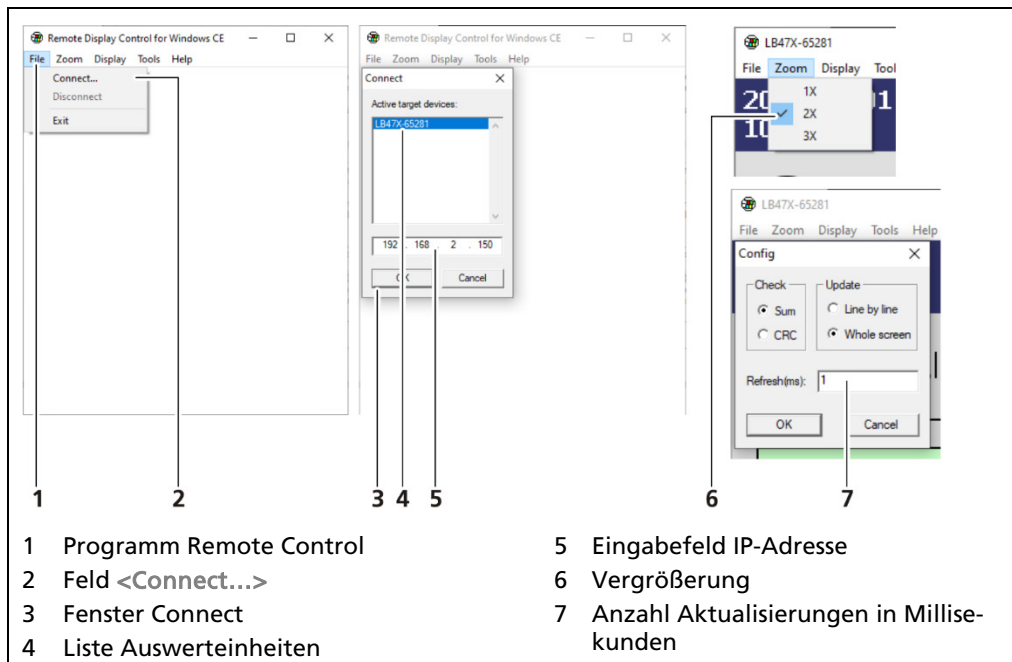
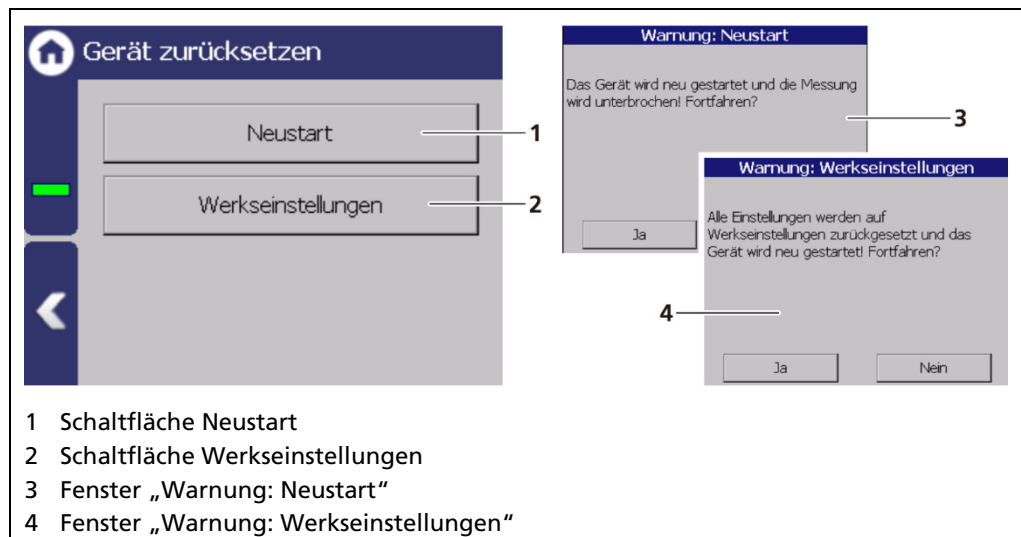

Abb. 39 Verbindung zur AWE über RC-Software herstellen
Abb. 40 Gerät zurücksetzen
Sie können die Netzwerkadresse entweder manuell oder per DHCP einstellen (automatische Zuweisung). Aktivieren Sie hierzu das Auswahlkästchen „DHCP aktiv“ im Auswahlfeld (Abb. 39, Pos. 1).
Der PC und die AWE LB 47x müssen sich im selben IP-Subnetz befinden. Im Fall einer automatischen Zuweisung der IP-Adresse durch einen DHCP-Server können Sie hier die vergebene IP-Adresse nur einsehen. Eine Veränderung der IP-Adresse ist nicht möglich. Auf dieser Seite können Sie ebenfalls die MAC-Adresse des Gerätes ablesen (Abb. 39, Pos. 6).
1. Klicken Sie auf das Textfeld (Abb. 39, Pos. 2-5), um das Eingabefeld zu öffnen.
4. Klicken Sie auf <Anwenden> (Abb. 39, Pos. 7), um die Netzwerkeinstellungen zu übernehmen.
- Das Programm wird gestartet (Abb. 40, Pos. 1).
2. Klicken Sie auf die Registerkarte <File> und anschließend auf <Connect...> (Abb. 40, Pos. 2), um eine Verbindung zur AWE herzustellen.
- Ein neues Fenster „Connect“ wird geöffnet (Abb. 40, Pos. 3) und verbundene Auswerteeinheiten werden aufgelistet.
Die IP-Adresse der AWE muss im gleichen Subnetz (Abb. 39, Pos. 3) sein wie der Netzwerkadapter des Computers (siehe vorheriges Kapitel „Netzwerk“).
3. Klicken Sie auf die Kennung der Auswerteeinheit (Abb. 40, Pos. 4) oder geben Sie im Eingabefeld (Abb. 40, Pos. 5) die IP-Adresse der AWE (siehe Abb. 39, Pos. 2) ein.
5. Sie können im Menü „Zoom“ (Abb. 40, Pos. 6) die Ansicht vergrößern (2x, 3x), sowie im Menü „Tools | Config“ die Anzahl der Aktualisierungen für eine flüssige Darstellung ändern.